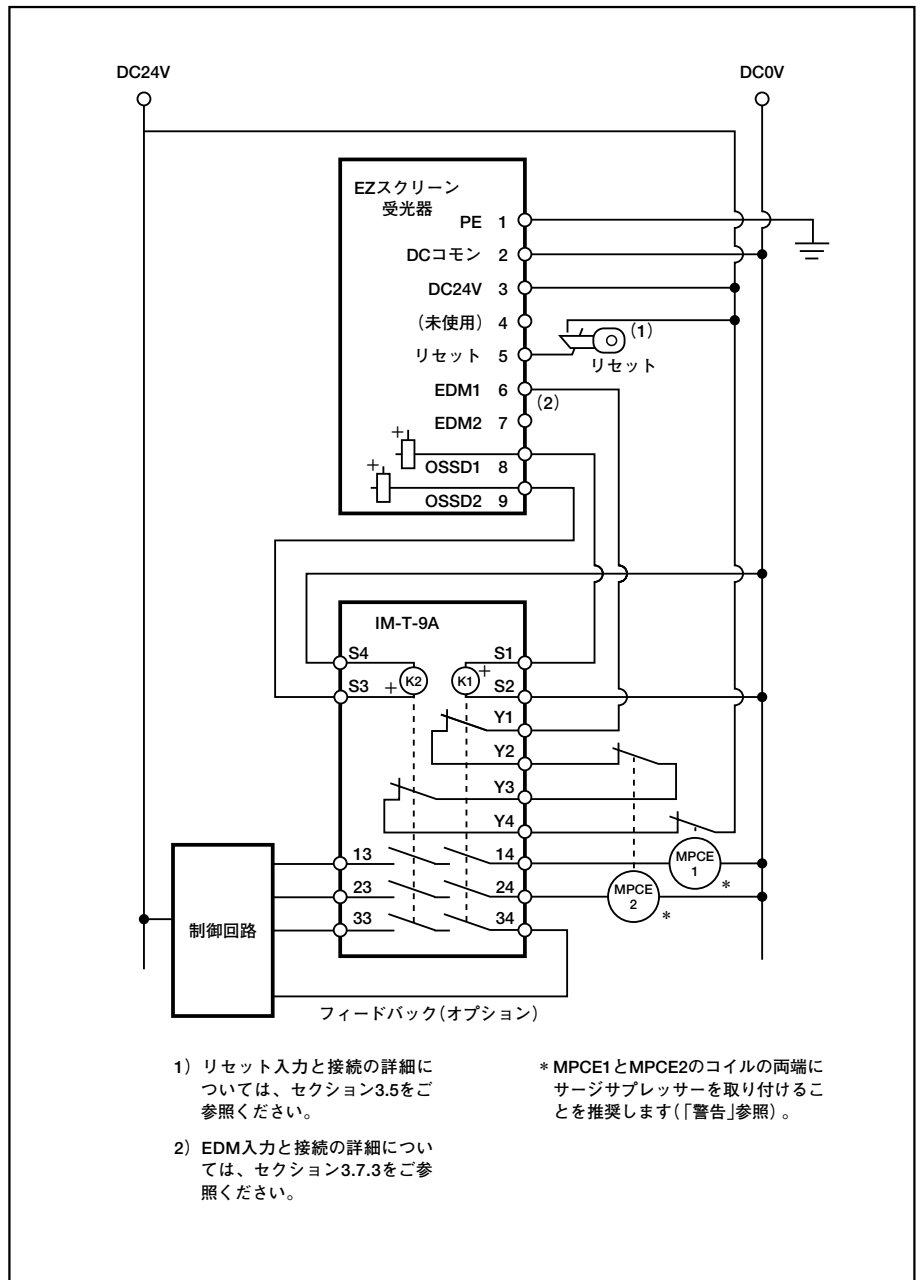

Fig.3-19 EZスクリーン受光器の一般的な接続 - インターフェイス・モジュール(1ch EDM、キーリセット)
- **1チャンネルモニタリング**は、EZスクリーン・システムにより制御される各装置から強制ガイド (キャプティブ接点) されるノーマルクローズのモニタ接点の直列接続です。モニタ接点は、OSSD出力がON (入光状態) になってから200ms以内にオープンし、OSSD出力がOFF (遮光状態) になってから200ms以内にクローズしなければなりません。そうならない場合、ロックアウトとなります (セクション5.1「自己診断」参照)。1チャンネルEDMの接続については、Fig.3-19をご参照ください。モニタ接点をDC24VとEDM1 (端子6) の間に接続してください。EDM2 (端子7) はオープン (接続なし) のままにしておいてください。セクション4.1の指示に従って、DIPスイッチを「1チャンネル」に設定します。